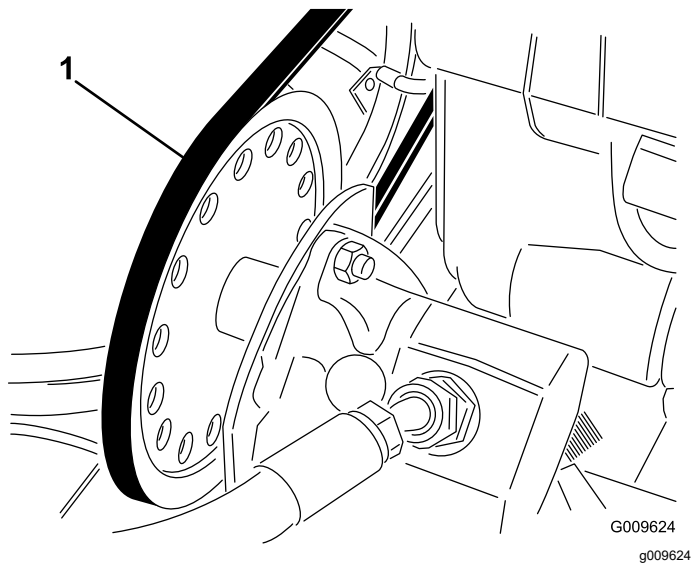

Figure 56
- Desserrez les écrous qui fixent la pompe hydraulique sur le bâti du moteur (Figure 56).